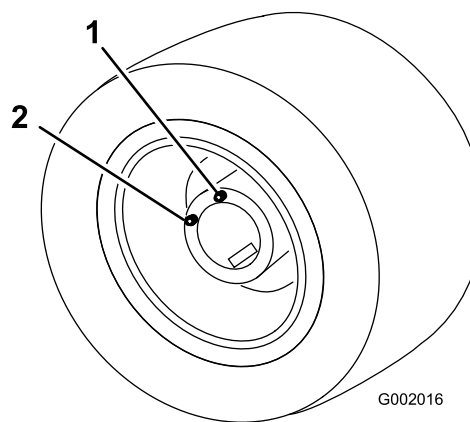

Figure 83
5. Conduisez lentement le véhicule jusqu'à ce que la roue soit positionnée comme montré à la Figure 83.